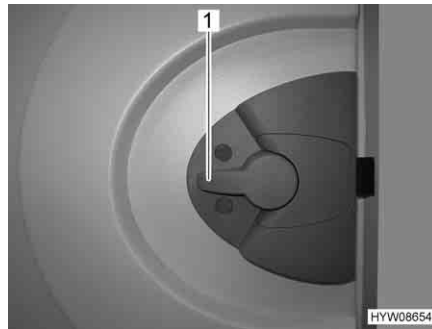

Fig. 15 Serratura della porta, porta di ingresso, lato interno
- Apertura:** ■ Premere la maniglia della porta (Fig. 15,1) verso il basso.
- Bloccaggio:** ■ Ruotare la maniglia della porta (Fig. 15,1) per circa 45° verso l'alto e lasciarla in questa posizione.